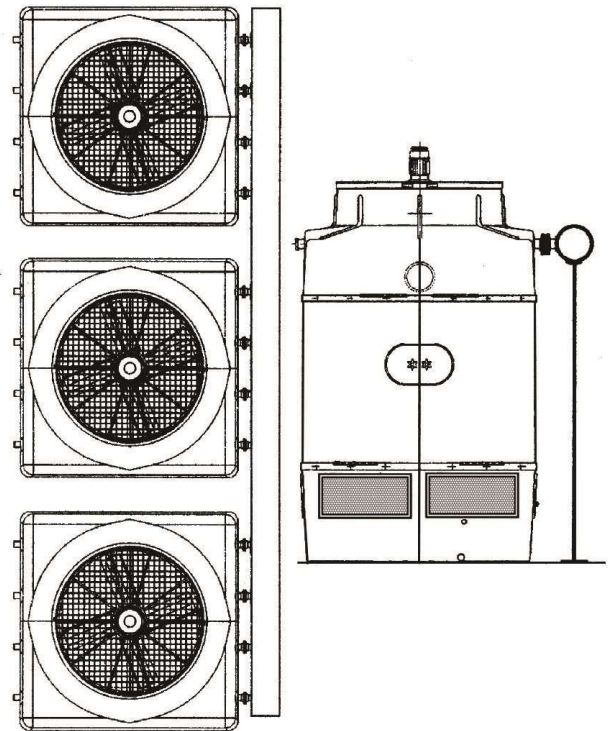

Fig. 23
- h) If only a manifold pipe is used for several towers, it will be necessary to install supports or brackets, to avoid that the weight of this manifold is supported by the tower pipes. In this case, a breakage of these pipes could occur (Fig 23).
- h) Si on dispose d'un seul collecteur d'eau pour plusieurs tours, on doit installer des supports pour que le poids de ce collecteur ne soit pas obligé d'être supporté par les tuyauteries de la tour, puisque dans ce cas, celles-ci pourraient se casser (fig. 23).
- h) Si se dispone un único colector de agua para varias torres, se deben de instalar soportes para que el peso de dicho colector no tenga que ser soportado por las tuberías de la torre, ya que de ser así, éstas podrían romperse (fig. 23).